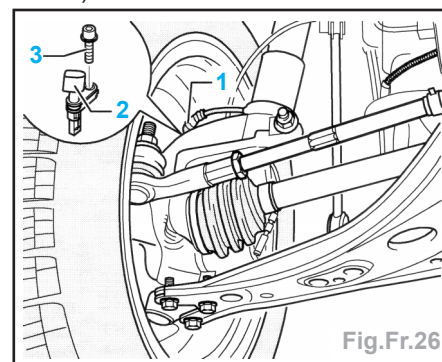

Fig.Fr.26
- Débrancher le connecteur (1) du câble du capteur de vitesse de rotation (Fig. Fr.26).